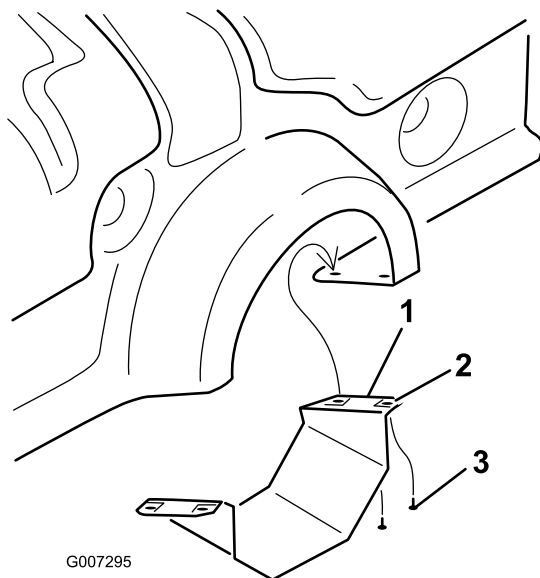

图 10
1. 仅限 ProCore 864卸下 PTO 护罩图 10。